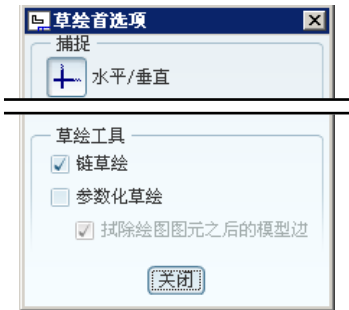

图 4.4.2 “草绘首选项”对话框
Step2. 选择下拉菜单  草绘 →  草绘器选项 命令，系统弹出图 4.4.2 所示的“草绘首选项”对话框，在草绘工具区域中选中 ☒ 链草绘 复选框，单击  关闭 按钮。